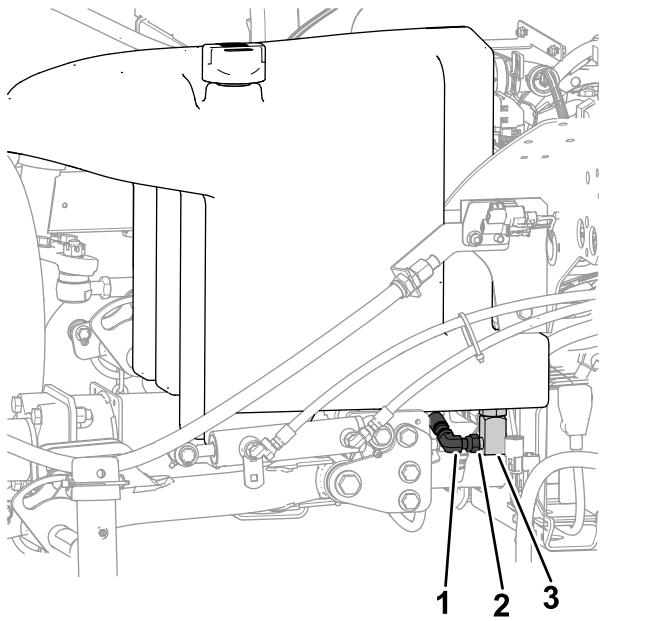

图 108
2. 在液压油箱底部的歧管图 108下方放置一个大放油盘请参阅 液压油容量 \(页码 56\)。